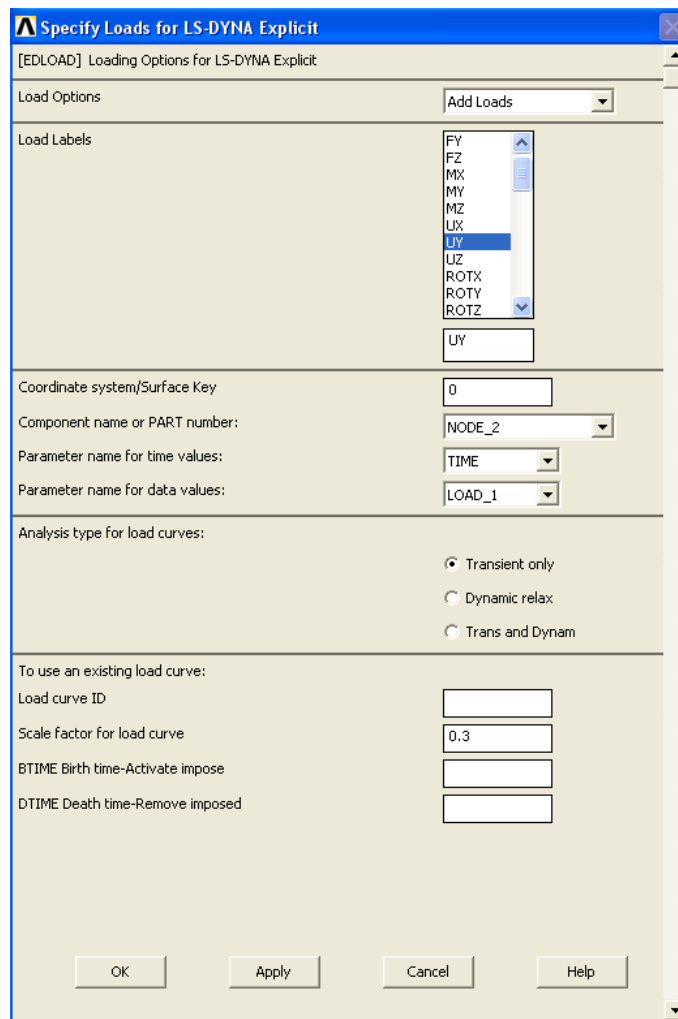

Рисунок 79. Окно *Specify Loads for LS_DYNA Explicit*
При использовании данного пункта меню появляется окно *Specify Loads for LS_DYNA Explicit* (Рисунок 79). Далее выполняем следующие действия:
2. В раскрывающемся списке *Component name or PART number* выбираем *NODE_2* (Рисунок 79).
6. Нажимаем кнопку *OK* (Рисунок 79).